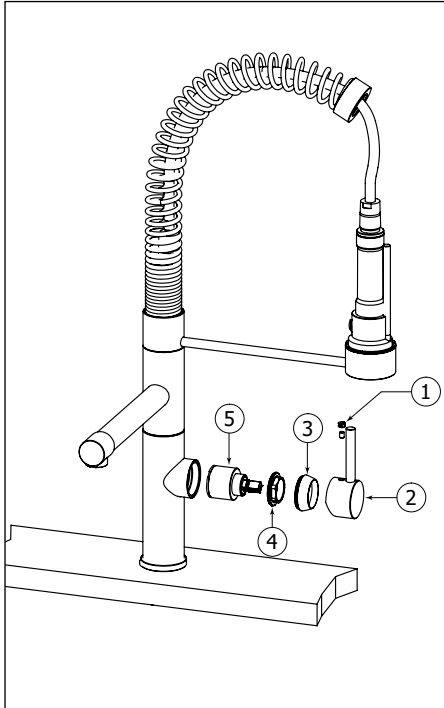

Fig.4
Start by shutting off the water supply lines and then turn on the water to drain the faucet. To replace the cartridge (5), pull out the handle (2) by removing the cap and the set screw (1) first. Afterwards, remove the dome cap (3) and the retainer ring (4). Replace with new cartridge and reassemble by reversing steps. Fig.4.
Commencer par couper l'alimentation d'eau et ouvrir l'eau par la poignée du robinet pour le vider. Pour remplacer la cartouche (5), enlever la poignée (2) en retirant le capuchon de finition et la vis de retenue (1). Démontez ensuite le capuchon en dôme (3) et l'anneau de retenue (4). Remplacer la cartouche par la nouvelle, puis inverser les étapes pour le réassemblage. Fig.4.